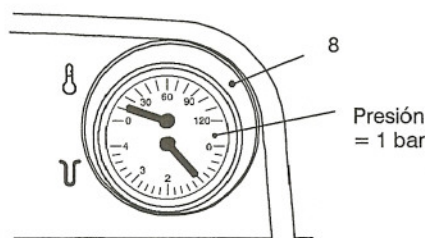

fig. 3.2
Desatornillar el grifo de rellenado 15 en la fig. 3.1 que se encuentra bajo la caldera y al mismo tiempo comprobar la presión del circuito de calefacción con el termomanómetro 8 en la fig. 3.2
Verificar la presión con el termomanómetro 8 en la fig. 3.2, y rellenar si necesario consúltese el párrafo 3.1
**Presión baja del termomanómetro 8 de la fig. 3.2**
Controlar en el termomanómetro 8 en la fig. 3.2 que la presión del circuito de calefacción no esté próxima a 3 bar; en este caso se aconseja descargar parcialmente el agua de la instalación a través de las pequeñas válvulas de purga de los radiadores a fin de llevar la presión a un valor regular.